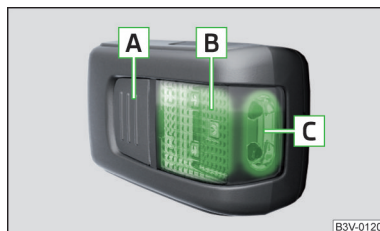

Fig. 154
### Descripción de la luz » fig. 154
- Para **encender** de la lámpara retirada, presionar la tecla **A** » fig. 154. Presionando nuevamente se **apaga** la lámpara.
Si no se apaga la lámpara y está colocada correctamente en el soporte, los medios de iluminación LED en la parte delantera de la lámpara **C** » fig. 154 se apagan automáticamente.